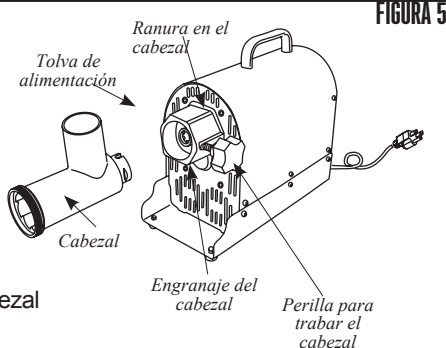

FIGURA 5
1. Inserte el cabezal en el gabinete de engranajes con la tolva de alimentación del cabezal hacia arriba. Necesitará alinear la ranura en el cabezal con el pasador dentro del gabinete de engranajes. Asegúrese de que el cabezal esté totalmente asentada dentro del gabinete de engranajes (**FIGURA 5**).